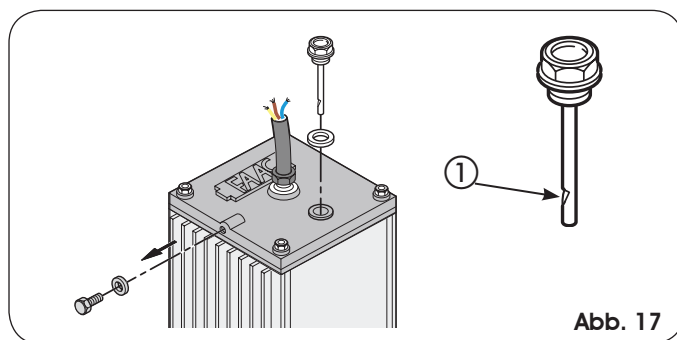

Abb. 17
Der Ölstand darf niemals unter die Markierung des Kontrollstabs fallen (Abb. 17 Bez. ①).
Zum Nachfüllen den Öleinfüllstopfen abschrauben (Abb. 17) und Öl bis zum richtigen Füllstand nachfüllen. Ausschließlich FAAC HP OIL verwenden.